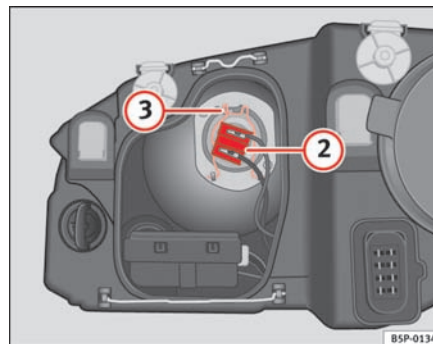

Fig. 180 Nærlys
- Tag stikket ⇒ side 242, fig. 180 ② af pæren.
- Tag fjederen ⇒ side 242, fig. 180 ③ af ved at trykke den ind og dreje den mod højre.